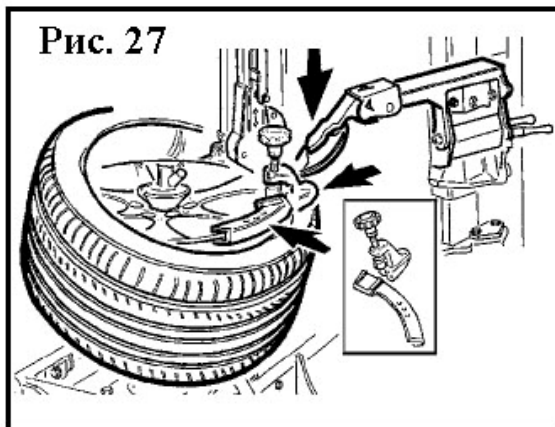

Рис. 27
-Position the tyre horizontally on the rim, slightly tilted downwards in the "3 o'clock" position (fig. 27).
- If necessary, exploit the top disc positioned near the clamp (fig. 27).
- The clamp and its protector must be positioned before the valve (Fig.27).
- Расположите шину на диск горизонтально, слегка наклоняя вниз в позицию 3 часа (Рис.27).
- При необходимости помогите себе верхним диском отжима борта, расположенным рядом с зажимом (Рис.27).
- Зажим и протектор должны располагаться перед вентилем (Рис.27).